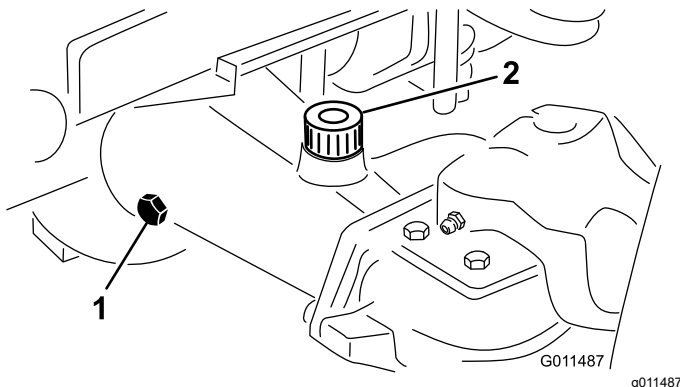

Figure 105
2. Enlevez un bouchon de contrôle à une extrémité du pont arrière et vérifiez que le lubrifiant atteint la base de l'orifice (Figure 105).